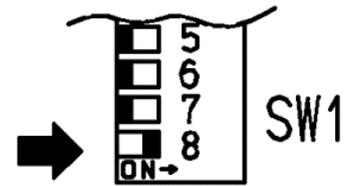

Fig. 3
8. Coloque en 'ON' el micro-interruptor N.8 (Fig.3) del bloque de microinterruptores SW1.